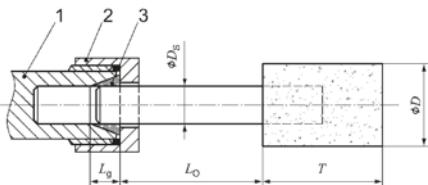

Fig. 1: Inspänningsslängd från spännyhylsfäste och spännyhylsa
- Det tillåtna varvtalet för små slipstift måste reduceras för att kompensera för skaftlängden mellan spännyhylsan och slipstiftet (överhang). Kontrollera att minsta inspänningsslängden på 10 mm inte underskrids. (Se fig. 1 och rekommenderingen från tillverkaren av slipstiften).